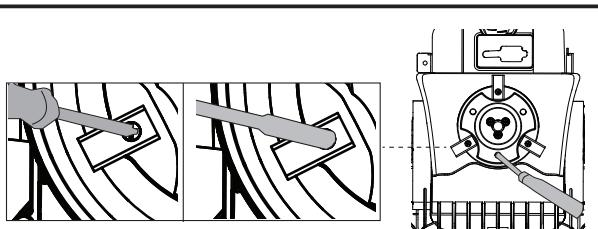

Fig. 21
5. Use guantes protectores y utilice un desarmador o una llave hexagonal para quitar los tres tornillos y las hojas (Fig. 21).